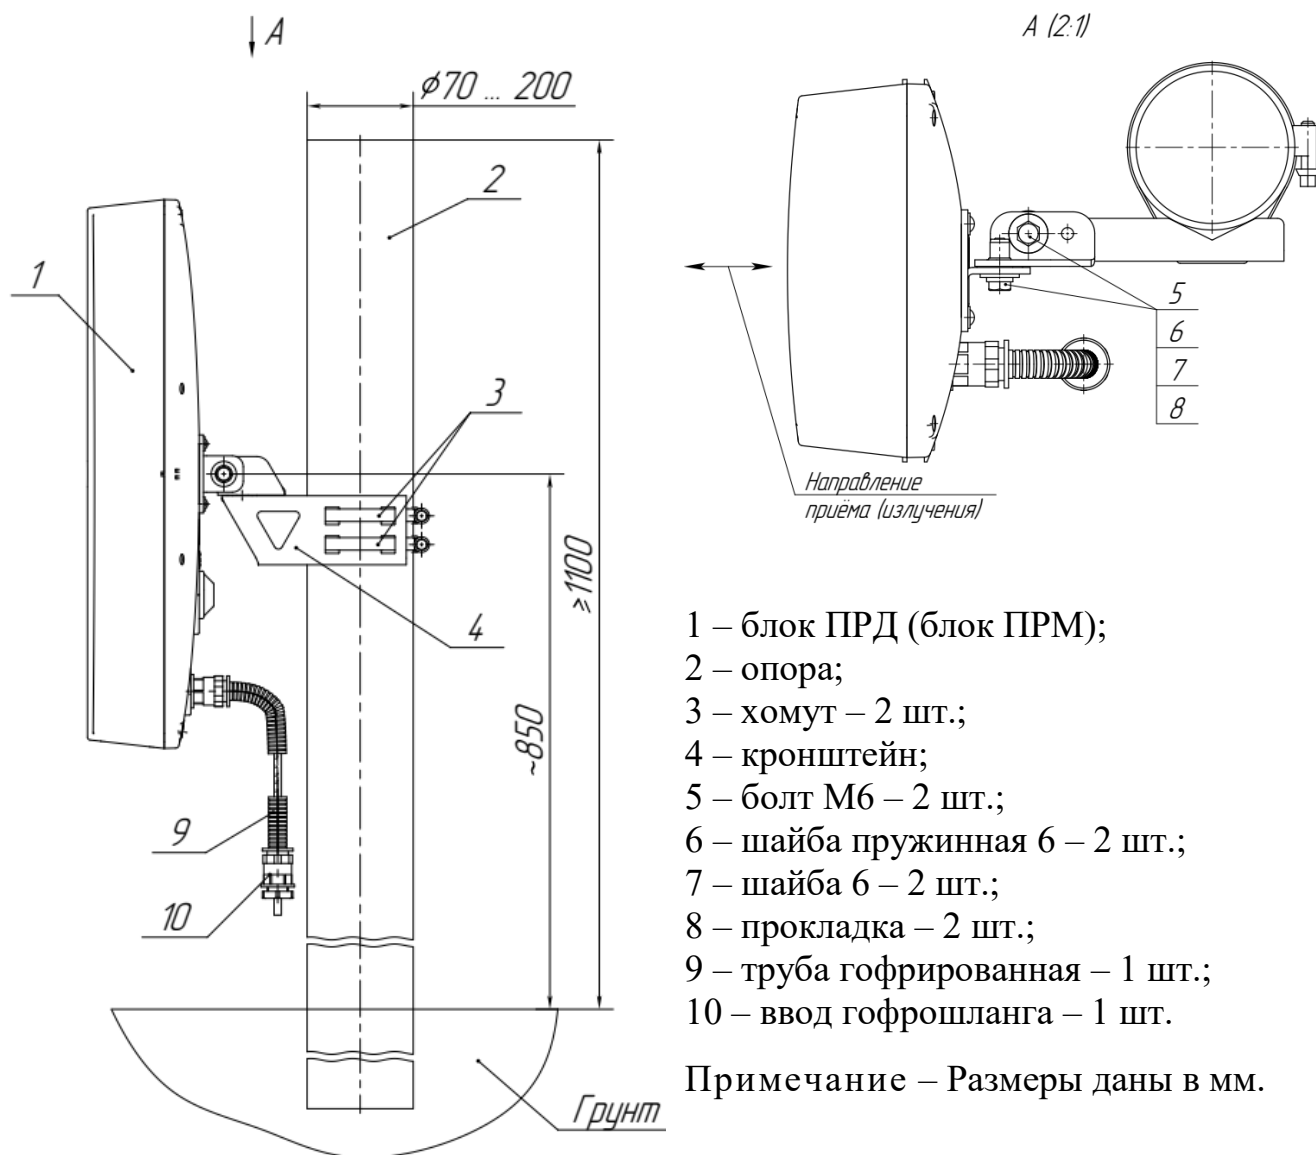

Рисунок 2.5 – Установка блока ПРД (блока ПРМ) извещателей «ФОРТЕЗА-М300-А», «ФОРТЕЗА-М500-А» на опоре
2.3.4.3 Установка блока ПРД (блока ПРМ) на кронштейне поз.4 (рисунок 2.5), состоящего из швеллера 2 и уголка 3, показана на рисунке 2.6.
ослабить болты поз.5 (рисунок 2.5) блока ПРД и блока ПРМ извещателей «ФОРТЕЗА-М300-А», «ФОРТЕЗА-М500-А»;